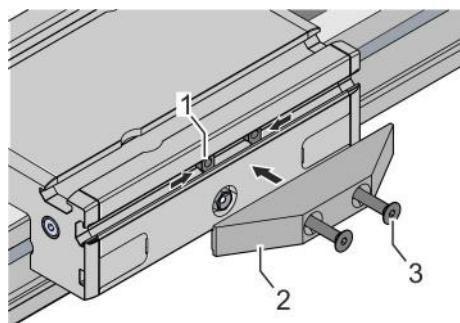

Fig. 32: Montaggio dell'attuatore
1. ➔ Inserire e posizionare i tasselli (Fig. 32/1) nella scanalatura del carrello di guida.
2. ➔ Posizionare l'attuatore (Fig. 32/2) all'altezza dei tasselli inseriti.
3. ➔ Stringere 2 viti (Fig. 32/3):